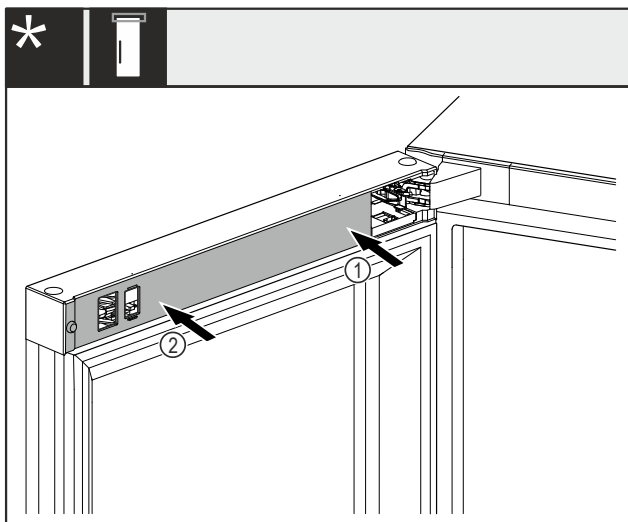

Fig. 47 \*
- ▶ Nasadte kryt Fig. 47 (1) nejprve na stranu stojanu ložiska a zaklapněte jej.\*
- ▶ Nasadte kryt Fig. 47 (2) na vnější stranu a zaklapněte jej.\*